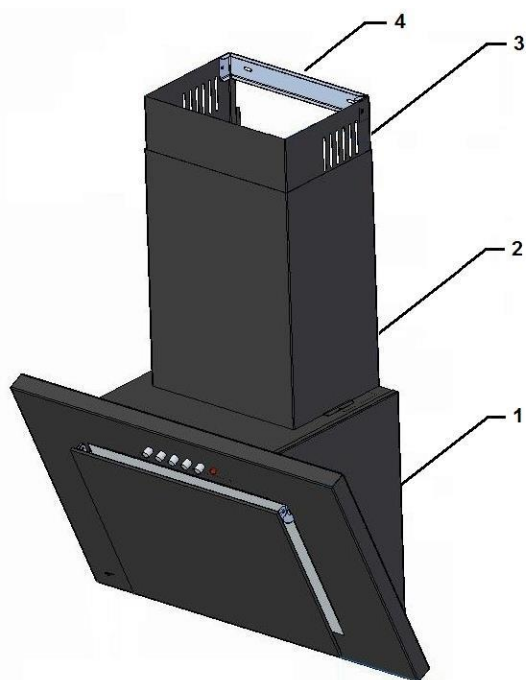

Рис. 1
5. Сделайте отверстия в помеченных местах с помощью сверла, соответствующего диаметром прилагаемым дюбелям с шурупами (5) (рис. 1).
1. На прикрепленную к стене вытяжку установите декоративные короба (2) и (3) (рис. 1).
2. Выдвиньте верхний короб (3) (рис.1) на нужную высоту.
3. Отметьте на стене расположение отверстий, находящихся в верхнем коробе (3), для точной установки монтажной ленты (4) (рис. 1).
4. На выбранной высоте приложите к стене ленту (4) (рис.1) и отметьте отверстия для монтажа.
5. Просверлите отверстия в стене, используя сверло, диаметр которого соответствует прилагаемым дюбелям (6) (рис.1). Установите монтажную ленту (4) (рис.1) на стене, на отмеченной высоте.